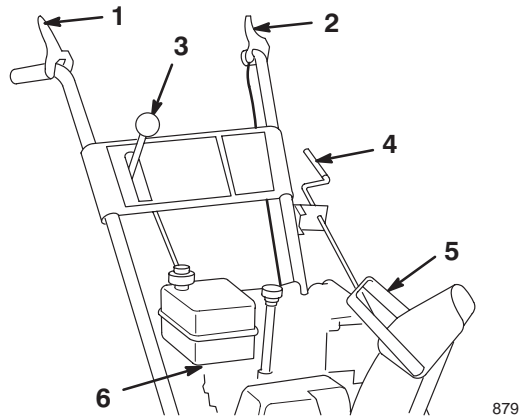

Bild 13
- **Betätigungshebel für Schnecken-/Gebläseradantrieb** (Bild 13) – Drücken Sie, um Schnecke und Gebläserad zu aktivieren, den Hebel gegen den rechten Handgriff. Lassen Sie den Hebel zum Deaktivieren los.
- **Antriebshebel** (Bild 13) – Drücken Sie zur Betätigung des Antriebs (Radantrieb) den Hebel gegen den linken Griff. Lassen Sie den Hebel zum Auskuppeln los.
- **Schalthebel** (Bild 13) – Dieser Hebel hat vier Stellungen: ein Rückwärts- und drei Vorwärtsgänge. Stellen Sie, um die Gänge zu wechseln, den Hebel in die gewünschte Position. Der Hebel rastet in jedem Gang in einer Kerbe ein.
- **Steuerung zum Verstellen der Position des Auswurfkanals** (Bild 13) – Drehen Sie die Steuerung im Uhrzeigersinn, um den Auswurfkanal nach links zu bewegen und entgegen dem Uhrzeigersinn, um den Kanal nach rechts zu drehen.
- **Griff für Auswurfkanal-Ablenkblech** (Bild 13) – Bewegen Sie den Griff nach vorne, um den Schneestrom nach unten zu richten und nach hinten, um den Strom nach oben zu richten.
- **Kraftstoffhahn** (Bild 13) – Schließen Sie den Hahn, indem Sie ihn im Uhrzeigersinn drehen. Öffnen Sie den Kraftstoffhahn durch Drehen nach links. Schließen Sie den Hahn, wenn die Schneefräse außer Betrieb genommen wird.
3. Lösen Sie den Betätigungshebel für Schnecke/Gebläserad und den Fahrtriebshebel (Bild 13).
11. Legen Sie den 1. Gang ein (Bild 13), drücken den Fahrtriebshebel bis zum Handgriff und lassen ihn dann los. Wenn sich die Schneefräse vor dem Einschalten des Fahrtriebshebels oder nach dem Loslassen bewegt, siehe Einstellen des Fahrtriebs, Seite 24.